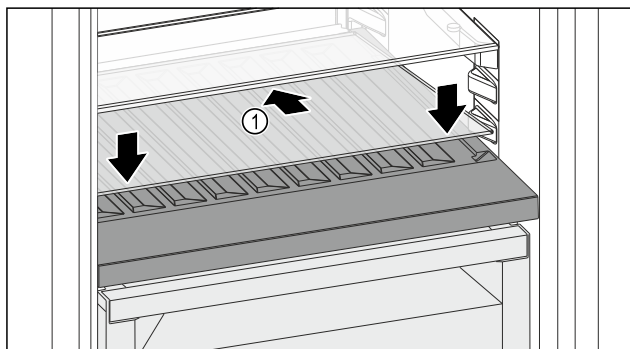

Fig. 223
- ▶ Helyezze be ferdén, hátul lefelé döntve az üveglapot Fig. 223 (1).
- ▶ Engedje le az üveglap Fig. 223 (1) elejét.